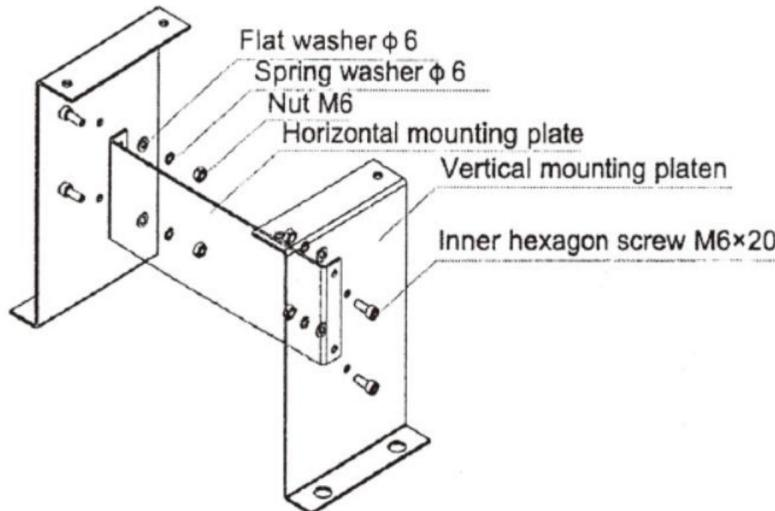

Figure 5
- Si vous sélectionnez la base de montage amovible, la base doit d'abord être assemblée comme indiqué sur la figure 5 :